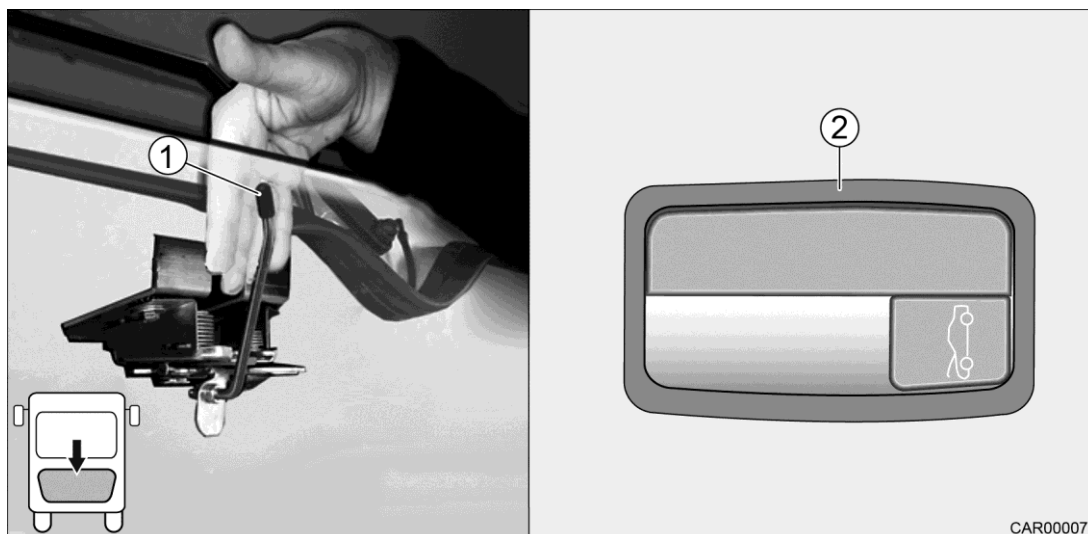

Fig. 9 Ouvrir le capot moteur
1. Déverrouiller le capot moteur avec le levier (Fig. 9/2) à gauche sous le tableau de bord.
2. Glisser le levier de sécurité (Fig. 9/1) derrière le capot moteur vers la gauche pour débloquer le verrouillage.